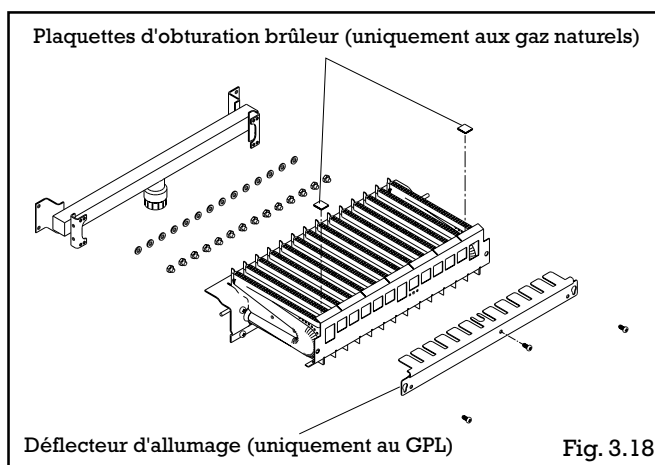
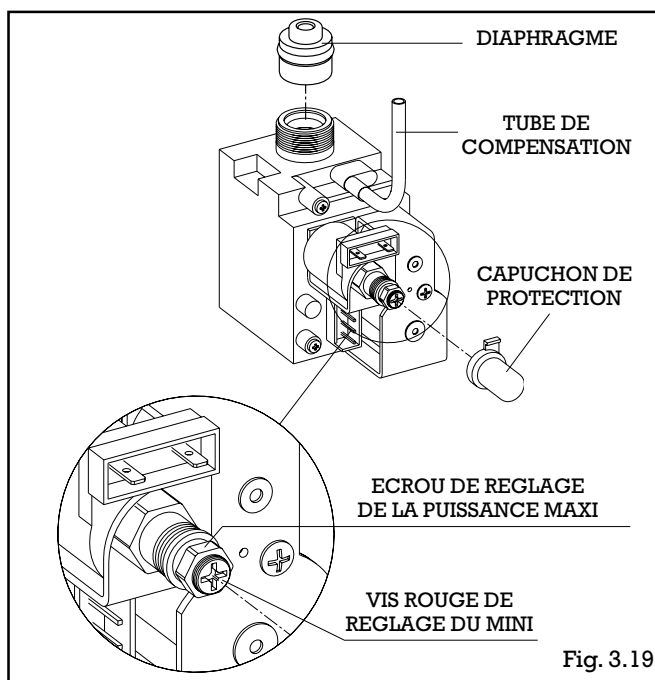

Fig. 3.18
Fig. 3.19
- Dans le cas d'une transformation aux gaz naturels: retirer le déflecteur en forme de râtelier placé en façade du brûleur (fig. 3.18) et glisser les 2 plaquettes d'obturation sur le dessus du brûleur en position avant pour boucher
les 2 trous latéraux de passage d'électrode; mettre en place le diaphragme fourni avec le set sur la vanne gaz (fig. 3.19)
- Dans le cas d'une transformation au GPL: mettre en place le déflecteur en forme de râtelier en façade du brûleur (fig. 3.18) et retirer les 2 plaquettes d'obturation sur le dessus du brûleur en position avant; retirer le diaphragme placé sur la vanne gaz (fig. 3.19)
- Débrancher le tube de compensation de la vanne gaz (fig. 3.19)
- retirer le capuchon plastique de la bobine de modulation de la vanne gaz (fig. 3.19) et agir à l'aide d'une clé de 10 sur l'écrou de réglage de la puissance maxi jusqu'à obtention de la pression maxi nécessaire. Se reporter au tableau FONCTIONNEMENT MULTIGAZ de la page 8.